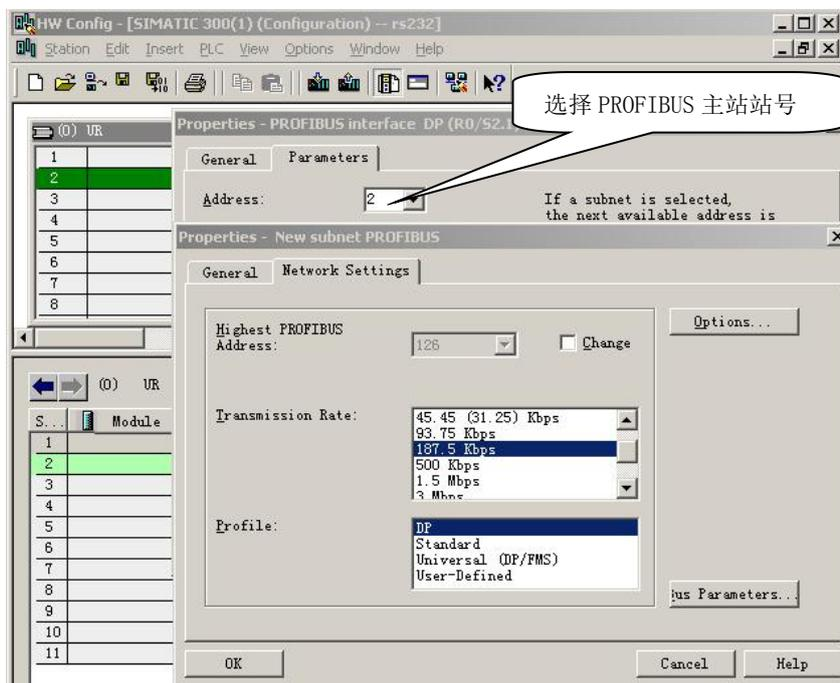

图 8
- (9) 配置 PROFIBUS：New→Network Settings，选择：DP、187.5kbit/s（仅是举例）→确定，见图 8。
- (10) 选择 PROFIBUS 主站站号：见图 8。